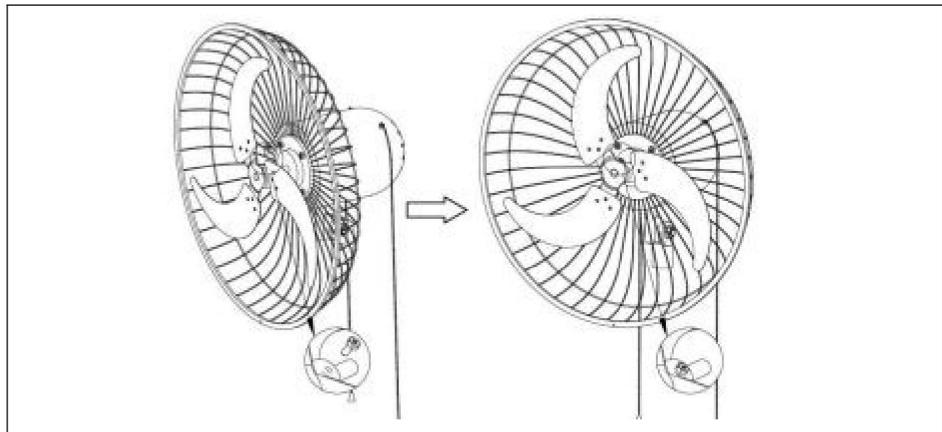

Fig. 6.
2). Installera fläktbladet (15) på motoraxeln och lås sedan bladskruven (14). Se (Fig.6.)